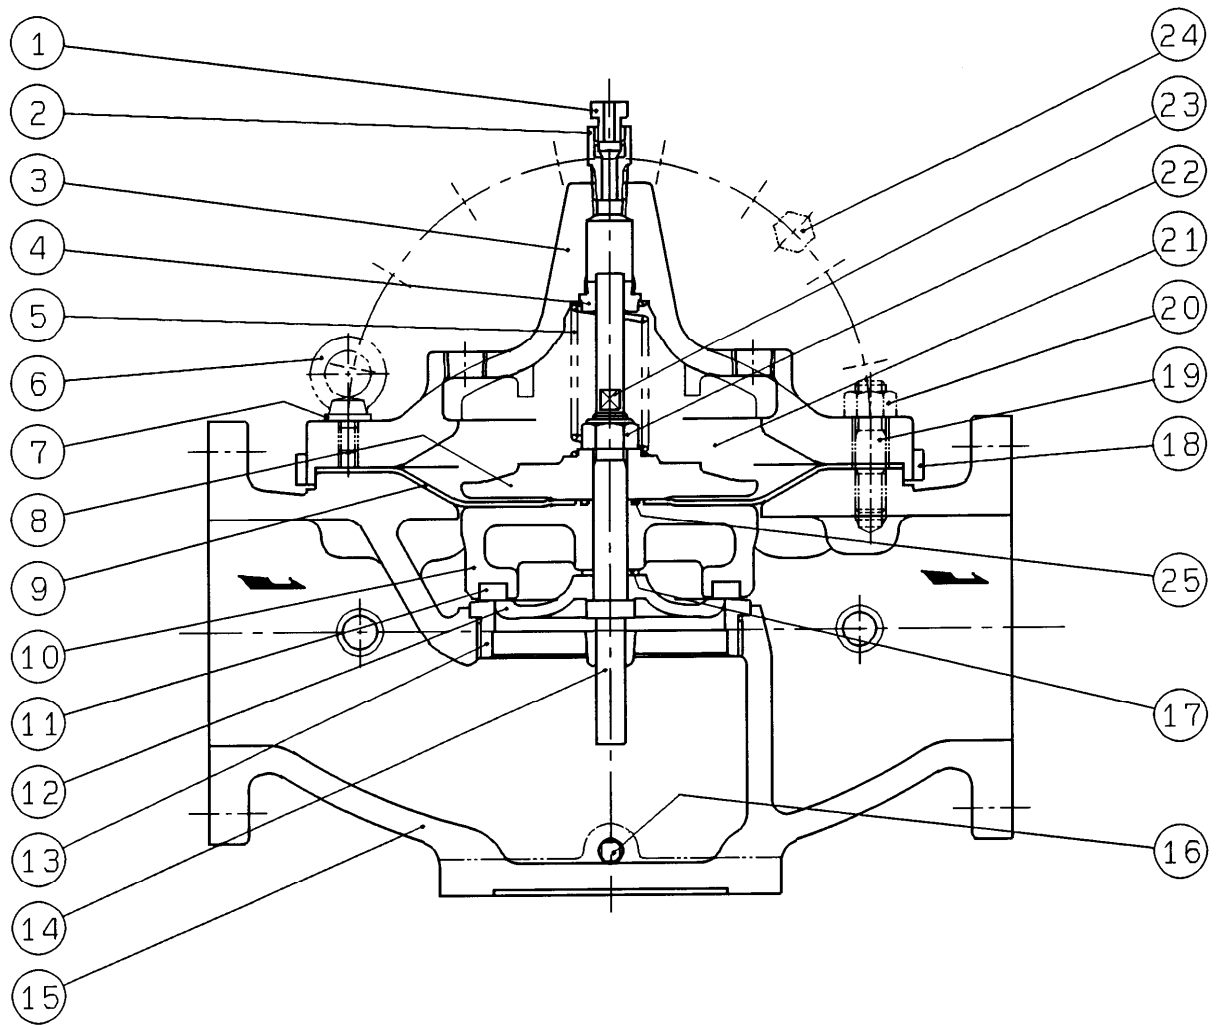
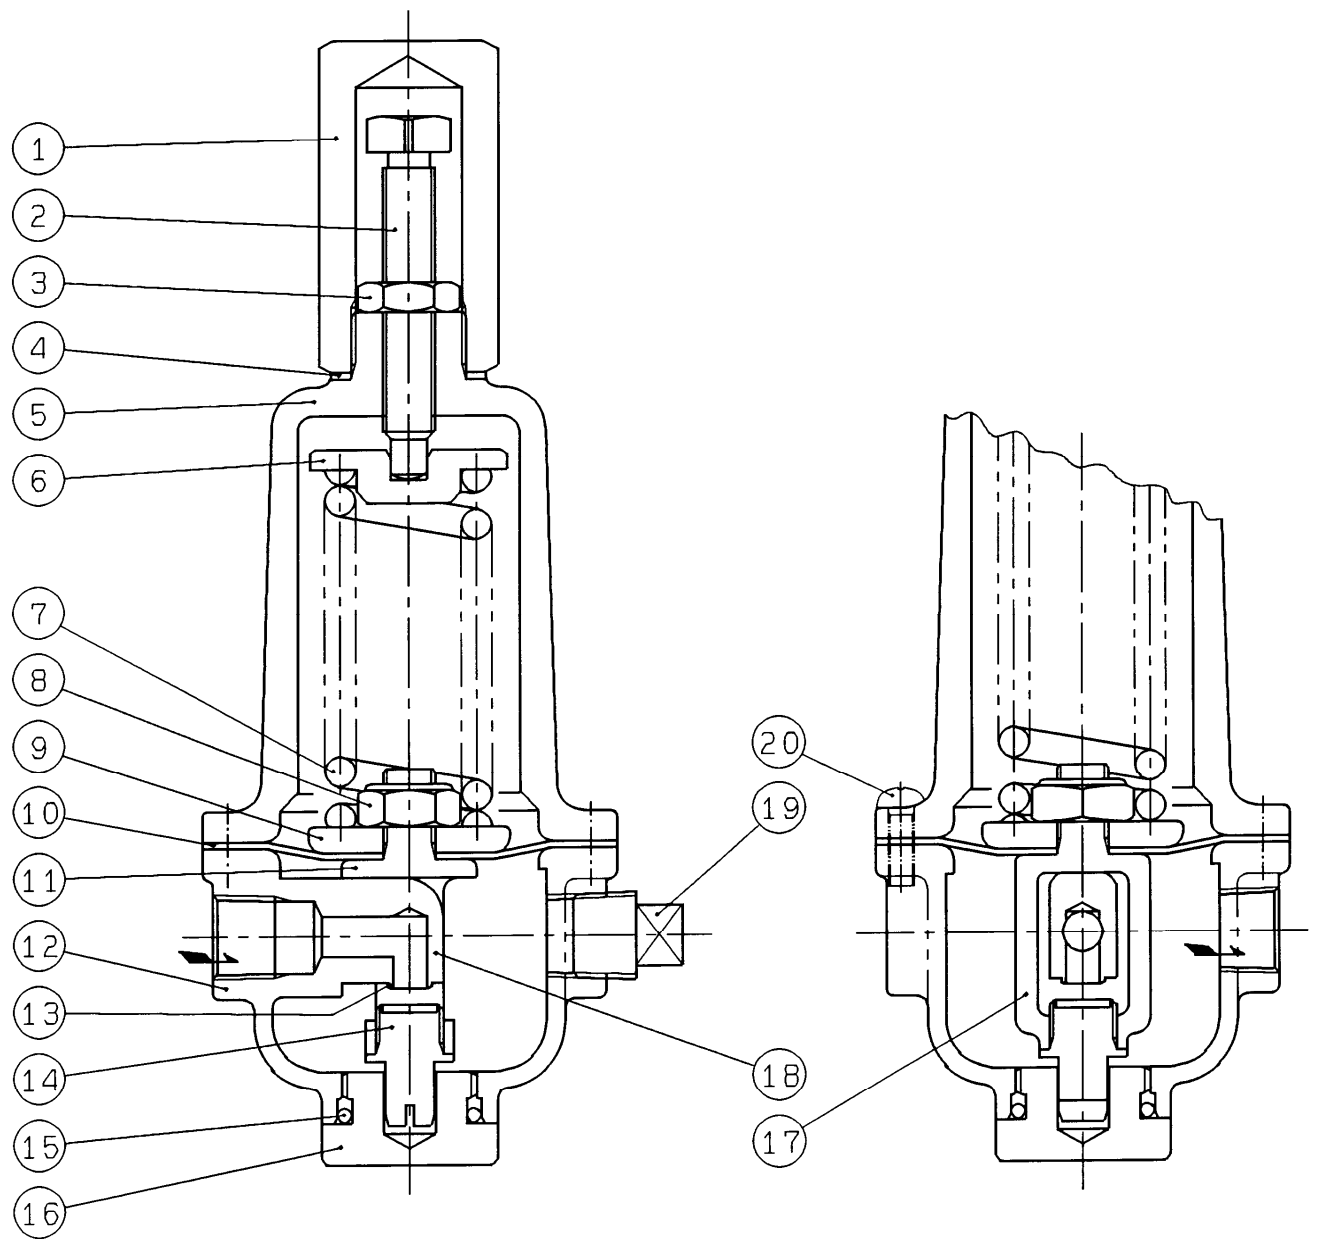
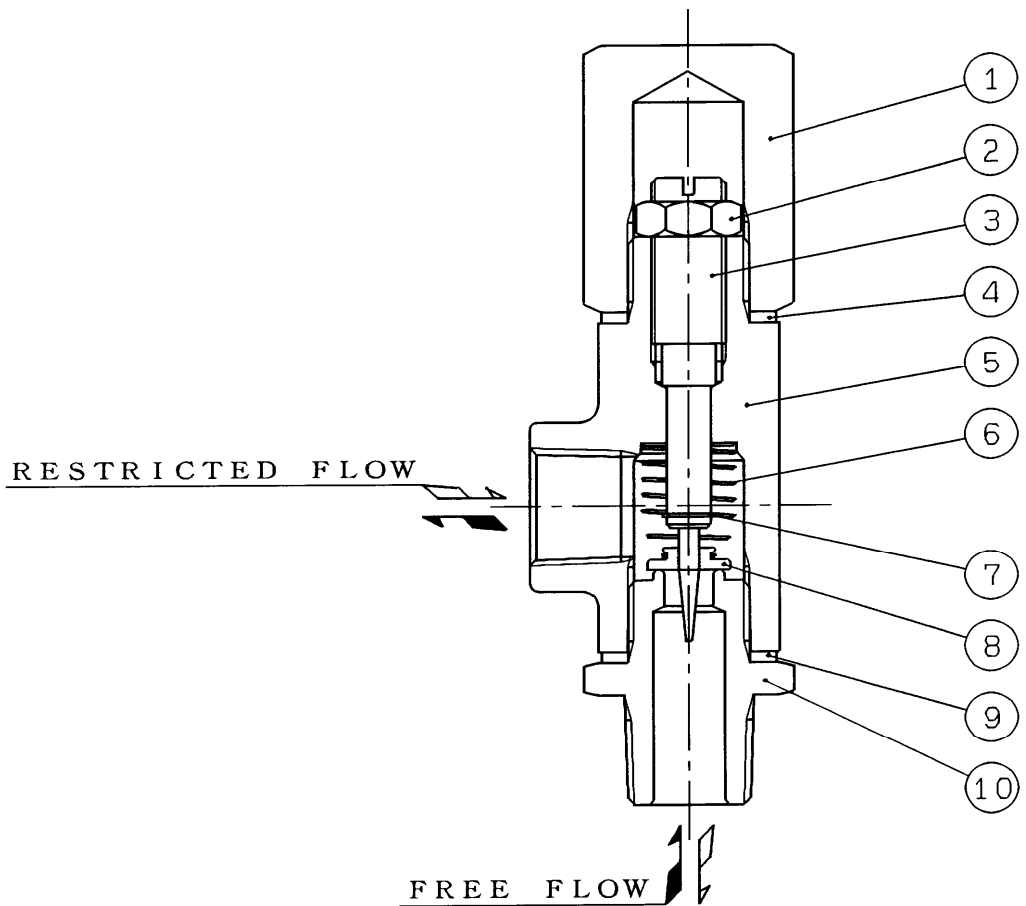
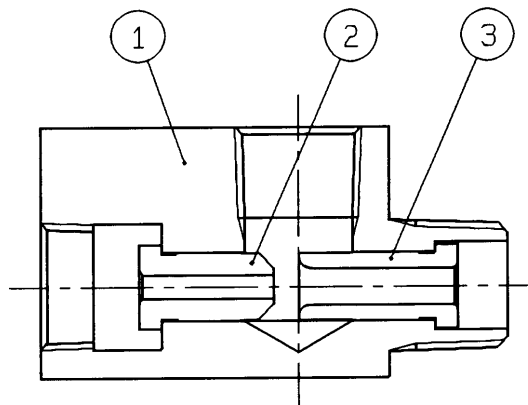

図2 OD3型ダイヤフラム式基本弁
図3 PPD48型減圧弁
図4 QRH5型流量調節弁
図5 NSN3型エゼクタ
2.1 PFD42型減圧弁は、二次側圧力を検出して動作するPPD48型減圧弁(C) (図3) をパイロット弁としてOD3型ダイヤフラム式基本弁(A) (図2) のダイヤフラム室(21)の圧力を制御することにより、その弁体(11) (主弁体) を動作させて二次側圧力を一定に保持するものです。
2.2 QRH5型流量調節弁(E) (図4) は呼び径40～80の弁にのみ付いており、PFD42型減圧弁の流量がごく少ないときにたまたま発生しがちな二次側圧力のハンチングやサイクリング及び振動などを減衰、消去する機能を有しています。
2.3.1. 運転中開閉弁(F)のみ閉止した場合、OD3型ダイヤフラム式基本弁(A) (図2) のダイヤフラム室(21)へ流体の供給がなくなりますから弁体(11) (主弁体) は全開します。通水初期のブローオフなどに利用できます。
3.1. 減圧弁を取付ける前に、OD3型ダイヤフラム式基本弁(A) (図2) の弁箱(15) 内に異物が入っていたり輸送中に減圧弁が破損していないかお確かめください。防止処置は施してありますが念のためお調べください。
3.3. 配管に際しては流体の流れ方向とOD3型ダイヤフラム式基本弁(A) (図2) の弁箱(15) に鋳出している矢印の方向を必ず一致させてください。また、Y型ストレーナ及び予備弁(玉形弁)を備え、更に前後弁(仕切弁)と圧力計を取り付けるよう御計画ください。
- 3.7. 配管の応力をなるべくOD3型ダイヤフラム式基本弁(A) (図2)の弁箱(15)にかけないように注意してください。弁箱(15)にかかる応力が過大になりますと摺動部がゆがみ、円滑な摺動ができなくなったり弁体(11) (主弁体) と弁座(13)の当たりが悪くなったりします。
- 4.1. 減圧弁の取付けが終わりましたらPPD48型減圧弁(C) [図3]の保護筒ふた(1)を取り外し、六角ナット(3)を緩めて調節ねじ(2)を左回転[時計の針と逆方向]し、あらかじめ少々圧縮されている調節ばね(7) [輸送中に調節ばねが遊動しないようにしたもの]を完全に緩めます。
- 4.3. アクセサリ回りの配管やOD 3型ダイヤフラム式基本弁(A) [図 2]のダイヤフラム室(21)に空気が滞留している状態のまま減圧弁を使用しますと、ノイズやウォーターハンマなどの誘因となることがあります。通水初め(水張時)には流体に押されて大量の空気がOD 3型ダイヤフラム式基本弁(A)のダイヤフラム室(21)に入って来ますから、OD 3型ダイヤフラム式基本弁(A)の頂部についている空気抜弁体(1)を緩めてダイヤフラム室(21)の空気を完全に排出してください。
- 4.4. その後、PPD 4 8型減圧弁(C) [図 3]の調節ねじ(2)をゆっくり右回転[時計の針と同方向]して、二次側圧力を所要圧力(設定圧力) + 縮切昇圧(表 3 参照)まで上昇させます。
- 4.6. 二次側圧力を高めるには PPD 4 8 型減圧弁(C) [図 3]の調節ねじ(2)を右回転[時計の針と同方向]し、低めるには左回転[時計の針と逆方向]します。
- 4.7. 呼び径 40 ~ 80 の弁に付いている QRH 5 型流量調節弁(E) [図 4]はメーカー工場で調整済みですが、流量がごく少ない時にハンチングや振動を起こす場合には、ふた(1)を外し六角ナット(2)を緩めてステム(3)を右回転[時計の針と同方向]してください。
- 4.8. PPD48型減圧弁(C)[図3]は万ーダイヤフラム(10)が破損しても液体が外部に流出しない密閉形構造になっています。調整が終わりましたら、PPD48型減圧弁(C)の六角ナット(3)及び保護筒ふた(1)はスパナなどの工具を用いてきつく締め付けてください。
PPD48型減圧弁(C)(図3)、NSN3型エゼクタ(D)(図5)及びQRH5型流量調節弁(E)(図4)(呼び径40~80のみ)などのアクセサリ回りは、ねじ込み継手、管などによりOD3型ダイヤフラム式基本弁(A)に連結されていますから、管継手及びユニオンを外しますと、OD3型ダイヤフラム式基本弁(A)から取り外せます。
#### 5.2. PPD48型減圧弁(C)(図3)
- 5.3. QRH5型流量調節弁(E)(呼び径40~80のみ, 図4)
### 5.4. NSN3型エゼクタ(D)(図5)